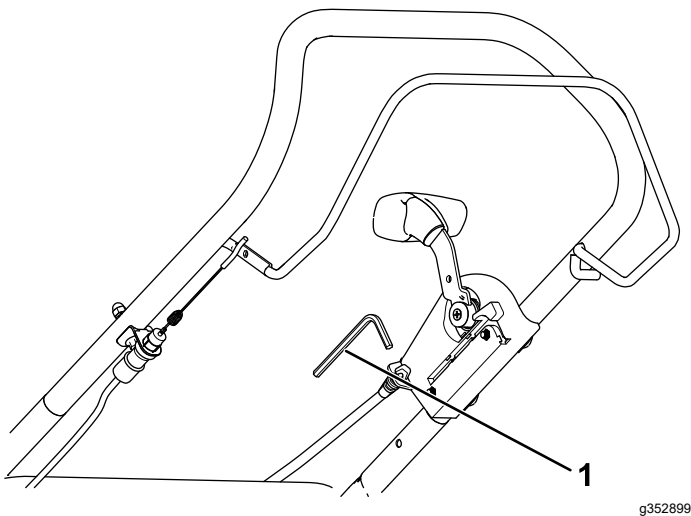

Figure 18
2. Retirez la clé hexagonale du levier de transport (Figure 18).